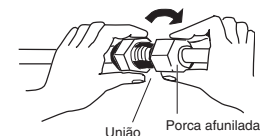

Fig. 7-5
- (3) Para uma ligação apropriada, alinhe o tubo de união e o tubo afunilado em linha recta entre si e, em seguida, aparafuse a porca afunilada ligeiramente para obter um contacto de união suave. (Fig. 7-5)